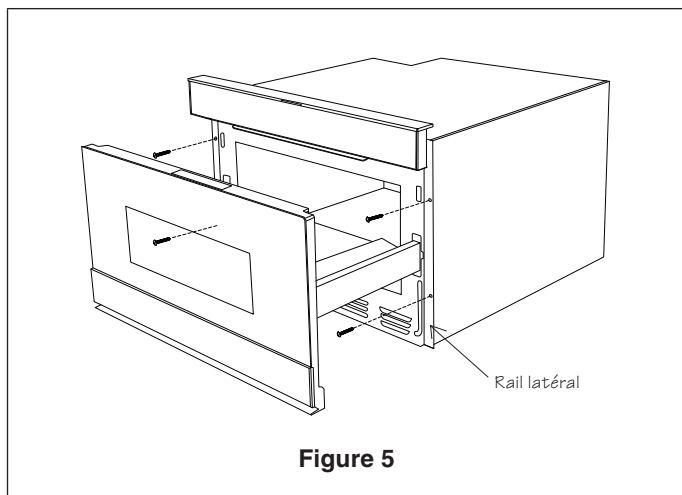

Figure 5
5. Ouvrir le tiroir. En utilisant les 4 trous sur le tiroir comme gabarit, pré-percer l'armoire avec une mèche de 1,57 mm (1/16 po). Fixer le tiroir à l'aide des 4 vis fournies. Voir la Figure 5.